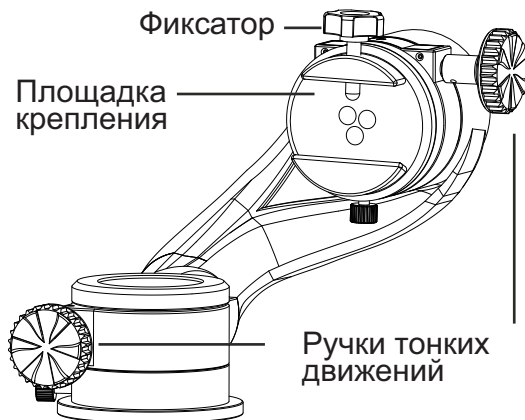

Рис. 2.2
1. Ослабьте ручку регулировки усилия по высоте (рис. 2.1a) и поверните площадку крепления при помощи фиксатора над площадкой крепления (рис. 2.2), чтобы выровнять паз для пластины «ласточкин хвост». Затяните ручку регулировки усилия по высоте.